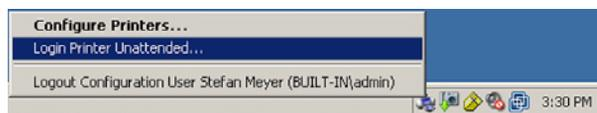

Figura 36 Definición del inicio de sesión del servicio de impresión
- 1** Haga clic con el botón secundario del ratón en el icono de Servicio de impresión de ECM de la barra de herramientas y seleccione **Login Printer Unattended** (consulte Figura 36 en la página 145).